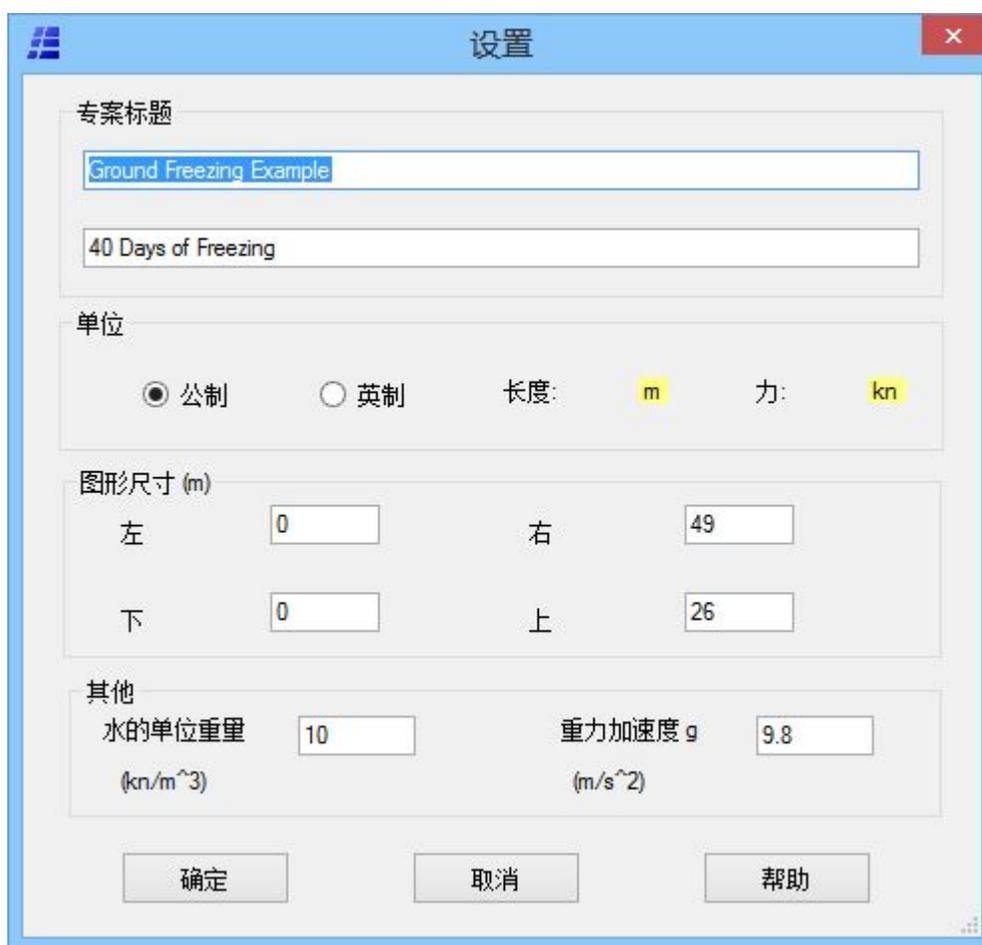

图 69 确定分析范围
1. 确定分析范围 分析范围可以一开始通过设置屏幕左右上下的范围来确定,见图 69.